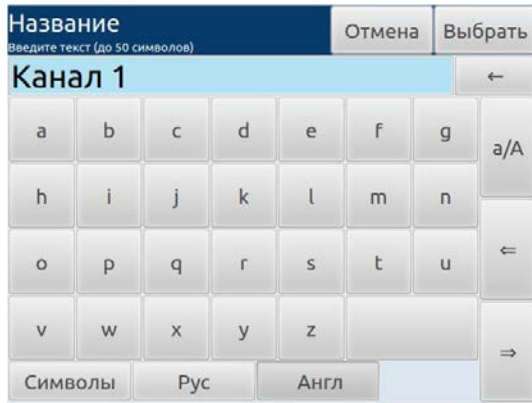

Рисунок 2.17
- буквы (см. рисунок 2.17, 2.18);